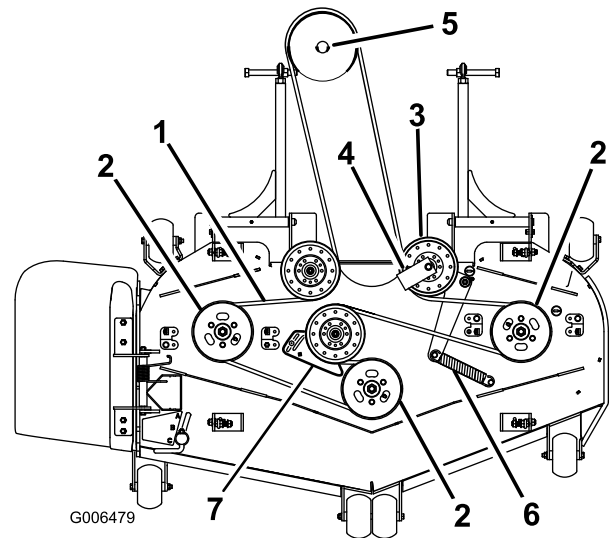
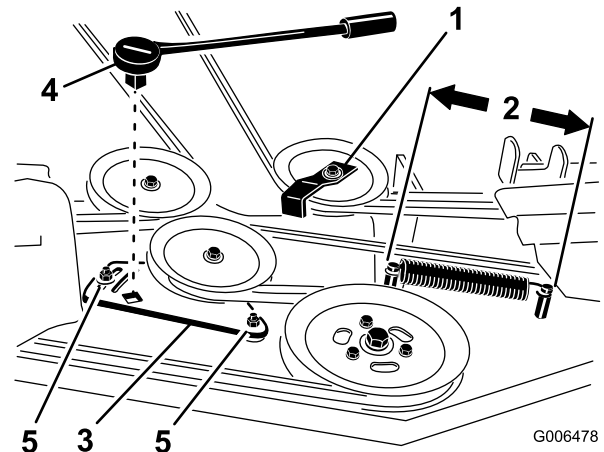

Figure 63
Figure 65
4. Pour les tabliers de 72 pouces, desserrez les boulons de fixation de la plaque de la poulie de tension (Figure 65).
6. Enlevez le guide de courroie de la poulie de tension rappelée par ressort (voir Figure 63 et Figure 65).
8. Acheminez la courroie neuve autour des poulies du tablier de coupe et de la poulie du boîtier d'engrenages, sous le moteur (Figure 63).
9. Montez le guide de courroie sur la poulie de tension rappelée par ressort à un angle de 45 degrés comme illustré à la Figure 63 et Figure 65. Serrez le boulon à un couple de 37 à 45 Nm (27 à 33 pi-lb).
10. Montez le ressort de la poulie de tension sur les deux ergots (Figure 63 et Figure 65).
ressort atteint 25,4 à 26 cm (10 à 10-1/4") entre les ergots, comme illustré à la Figure 65.
8. Tout en maintenant la courroie tendue, serrez les boulons de fixation de la plaque du bras de tension (Figure 65).
4. Mesurez la longueur du ressort (Figure 65). Si elle est comprise entre 25,4 et 26 cm (10 et 10-1/4"), d'un ergot à l'autre, aucun réglage n'est nécessaire.
5. Desserrez les boulons de fixation de la plaque du bras de tension (Figure 65).
6. Insérez un manche à rochet ou une barre de levier dans le trou carré de la plaque pour régler la tension (Figure 65).